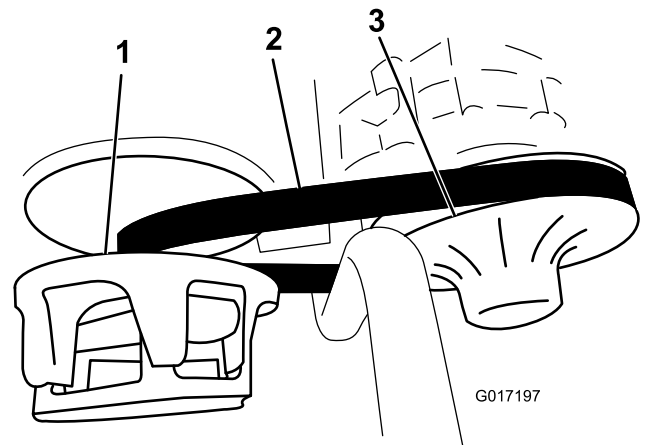

Figura 40
3. Fate girare la cinghia (Figura 40) ed ispezionatela per rilevarne l'eventuale eccessiva usura o danni. All'occorrenza sostituirla.
1. Girate la cinghia e fatela passare sulla frizione secondaria (Figura 40).
2. Rimuovete la cinghia dalla frizione primaria (Figura 40).